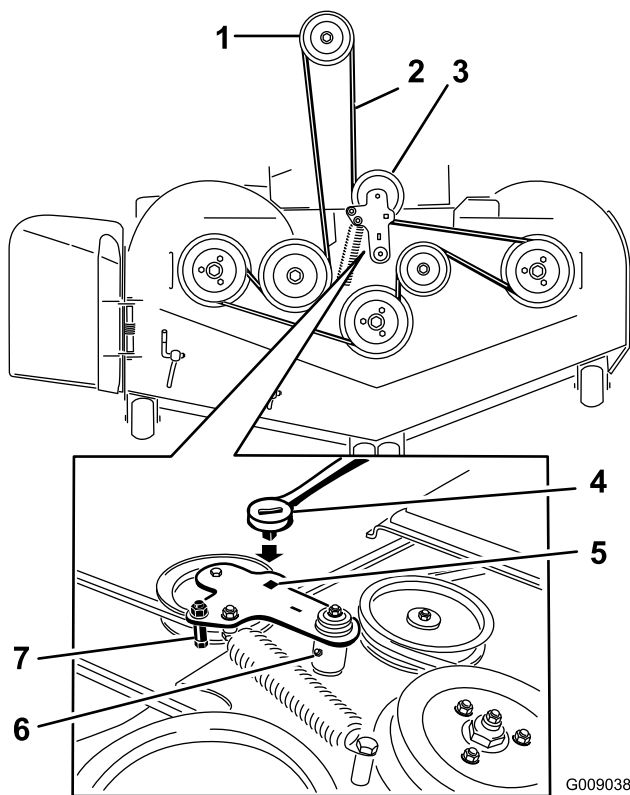

Figure 93
5. Insérez un rochet dans le trou carré du bras de la poulie de tension pour détendre le ressort de la poulie de tension (Figure 93).
7. Enlevez le guide-courroie situé sur le bras de la poulie de tension rappelé par ressort (Figure 93).
9. Acheminez la courroie neuve autour des poulies du tablier de coupe et de la poulie d'embrayage, sous le moteur (Figure 93).
- Montez le guide-courroie sur le bras de la poulie tension (Figure 93).
- Insérez le rochet dans le trou carré et montez le ressort de la poulie de tension (Figure 93).